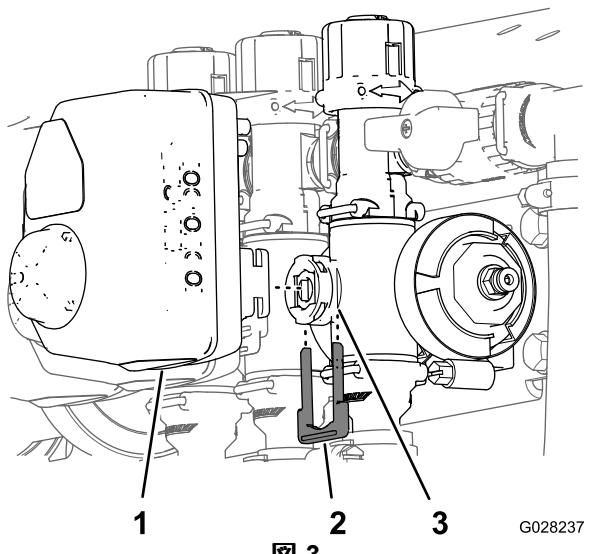

図 3
1. アクチュエータを個別ブームバルブまたは攪拌バルブ用のマニホールドバルブに固定しているリテーナを外す図3。